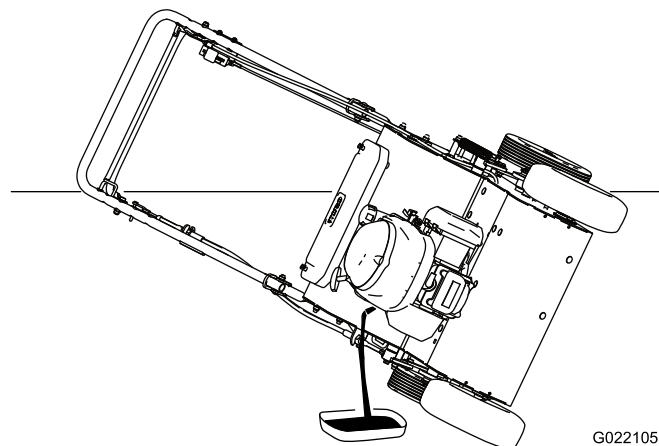

Figure 28
- Inclinez la machine sur le côté (filtre à air en haut) pour vidanger l'huile usagée par le goulot de remplissage (Figure 28).